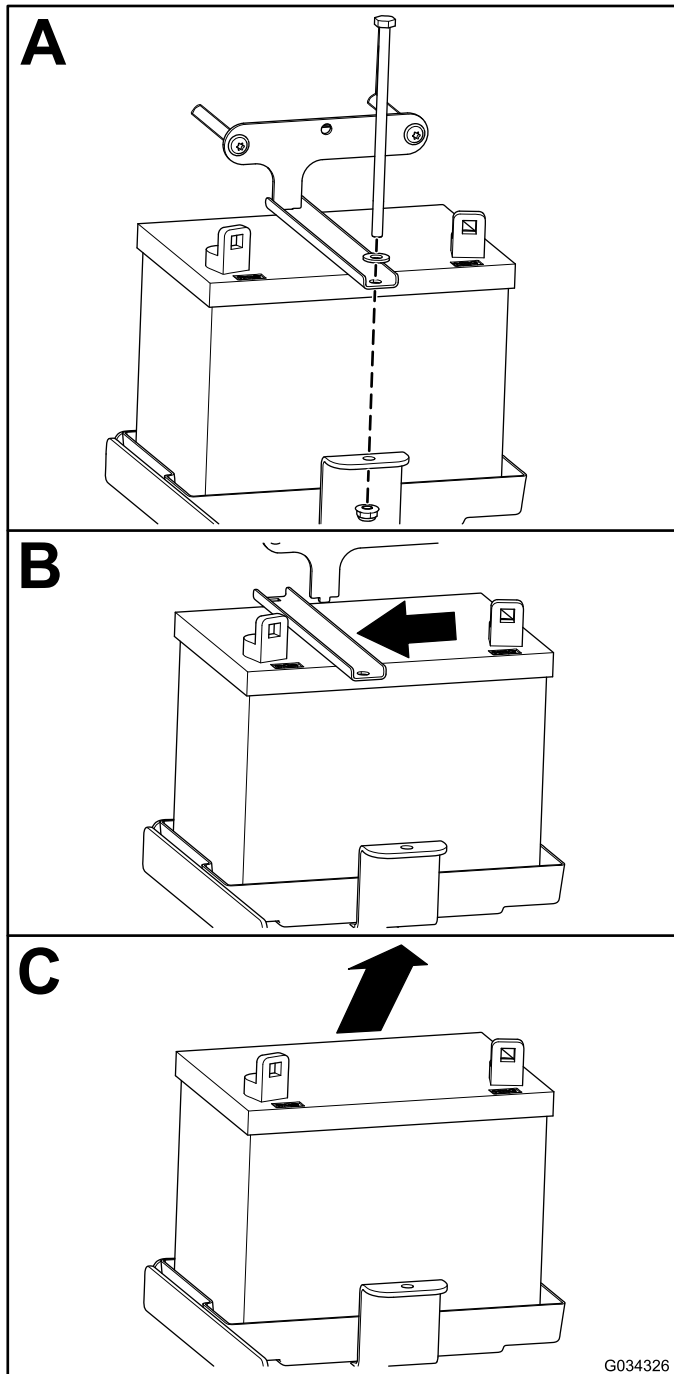

Figure 45
2. Déposez la batterie comme montré à la Figure 45.